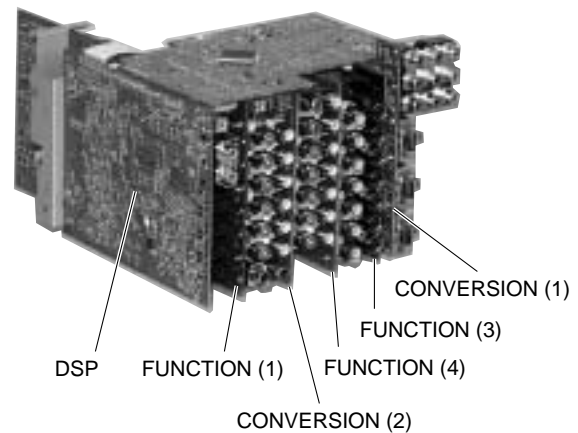

Fig. 11
- d. Remove the P.C.B. Unit. ( Fig. 11 )
- d. P.C.B.ユニットを取り外します。( Fig. 11 )